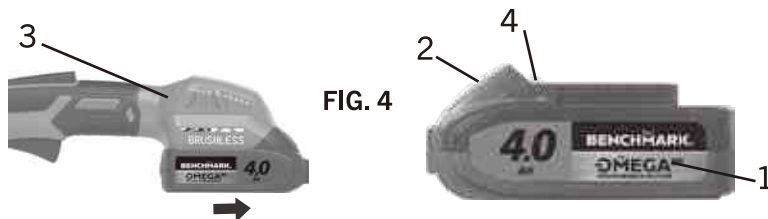

FIG. 4
- Retirez la batterie déchargée (1) du coupe-herbe sans balais en appuyant sur le bouton de dégagement de la batterie (2) et en faisant glisser la batterie vers l'arrière jusqu'à ce qu'elle soit dégagée du port du coupe-herbe sans balais (3) (fig. 4).
- Faites glisser la batterie complètement chargée sur les clés correspondantes (4) dans le port du coupe-herbe sans balais (3) à l'endroit où la batterie déchargée a été retirée.